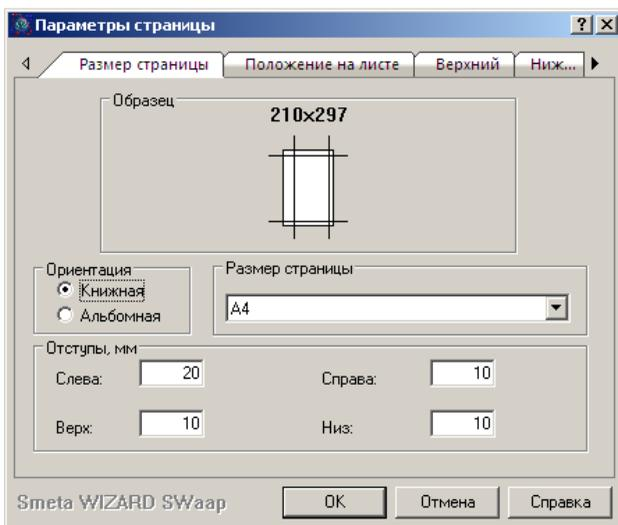

Рис. 5.4 Диалоговое окно «Параметры страницы» закладка «Размер страницы».
- На закладке «Размер страницы» (Рис. 5.4):